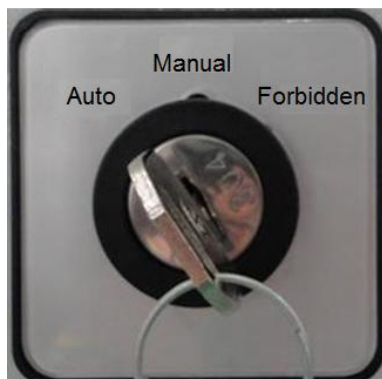

Рис. 2 Переключатель режимов работы шкафа автоматического шунтирования
- В шкафу автоматического шунтирования можно установить переключатель SF1 (SF3 в шкафу 2); его применение делает управление более гибким, одновременно предотвращая некорректную работу, см. рис. 2.